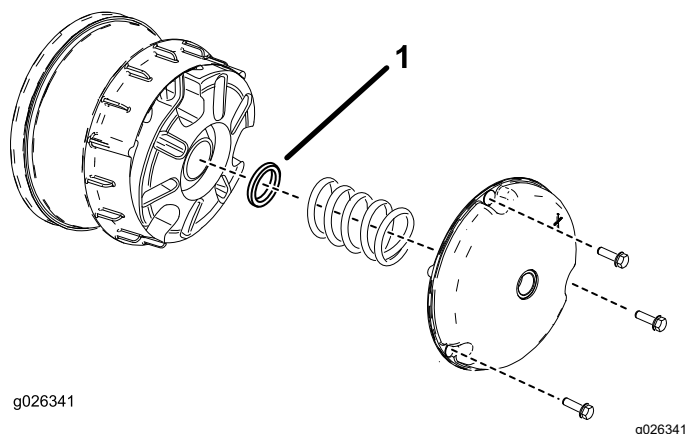

Figure 65
- Retirez les boulons qui fixent le couvercle de l'embrayage primaire, comme montré à la Figure 65.